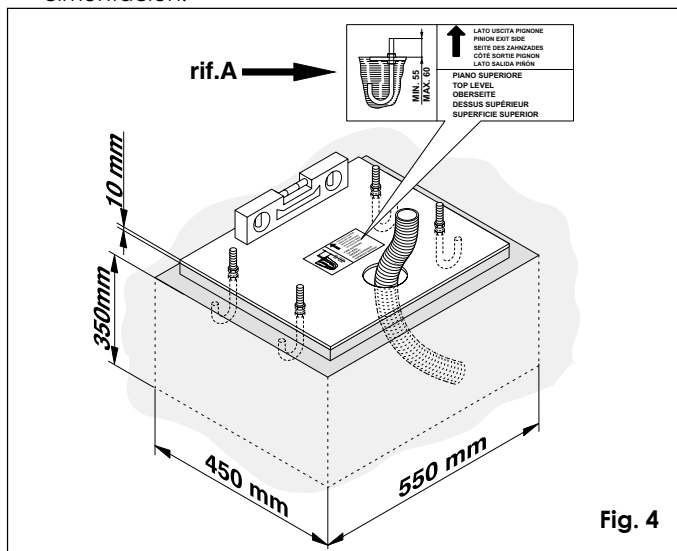
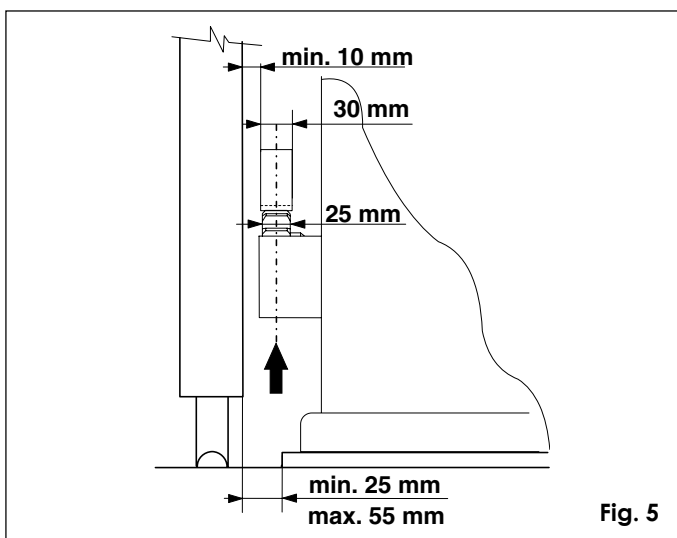
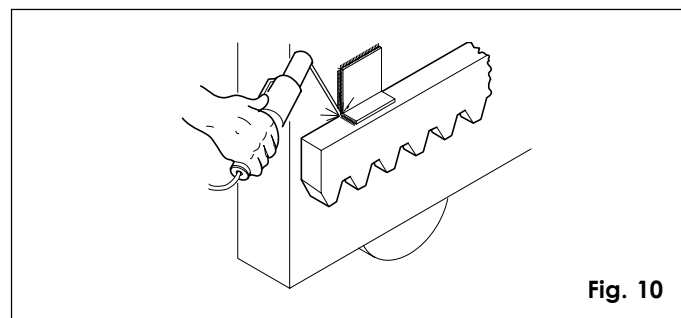

Fig. 4
Fig. 5
Fig. 10
- 1) Colocar la placa de cimentación como ilustra la fig. 4. Para las cotas de emplazamiento, consultar la fig. 5.
- 2) Ensamblar la placa de cimentación como ilustra la fig. 4 ref. A.
- 3) Realizar el plinto de cimentación con las medidas indicadas en la fig. 4 y empotrar la placa colocando una o más fundas para el paso de los cables eléctricos. Verificar la perfecta horizontalidad de la placa mediante un nivel y dejar fraguar el cemento.
- 2) Regular la altura de las patas de forma que el motorreductor quede elevado a 1 cm de la placa y la distancia a la cancela sea la que se indica en la fig. 5.
Importante: para fijar la cremallera a la hoja, es necesario construir soportes especiales según el tipo de cancela. En la fig. 10 se ilustra un ejemplo de soporte en "L". Para la posición de los soportes, consultar las fig. 5 y 9.